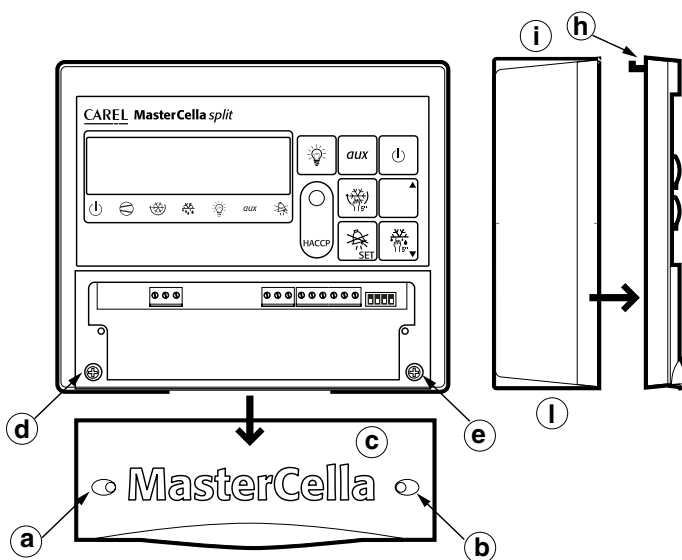

Fig. 1.2.2.1
2. svitare le due viti frontali (partt. a, b di Fig. 1.2.2.1) ed estrarre lo sportello (part. c);
5. praticare nella parte posteriore due fori (Fig. 1.2.2.2 partt. f, g);